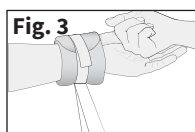

Fig. 3
2. Schließen Sie den Klettverschluss. Schieben Sie EINEN Finger (flach) zwischen die Manschette und die Innenseite des Hand-/Fußgelenks des Patienten, um den korrekten Sitz zu überprüfen (Abb. 3). Der Gurt muss eng anliegen, darf aber die Durchblutung nicht beeinträchtigen.